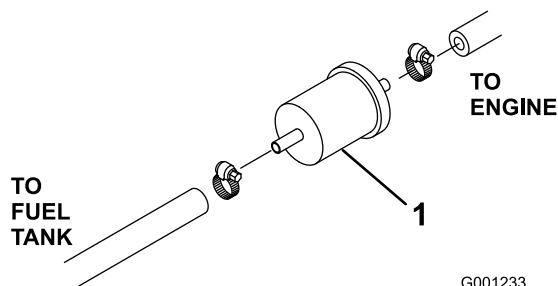

図 51
1. 燃料フィルタは燃料タンクと燃料ポンプの間にあるので、フィルタを外した時に燃料がもれないように、フィルタ前後のホースにクランプを掛ける(図 51)。